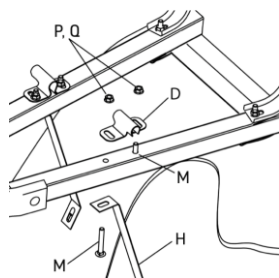

fig. 6
12. Fixez le support d'essieu (D) au-dessous du manche en utilisant un boulon de 8 x 75 mm (M) inséré dans le trou le plus près de la cuve (fig. 6).
13. Insérez un deuxième boulon dans le trou au fond du support de cuve (H) et ensuite dans le manche (en utilisant le trou le plus près du protège-roue) et finalement dans le support d'essieu (fig. 6).